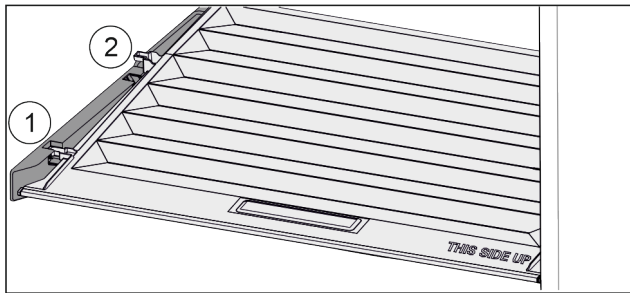

Fig. 43
- ▶ Tirare in avanti il coperchio fino all'apertura nei fermi Fig. 43 (1).
- ▶ Sollevare posteriormente dal basso e togliere verso l'alto Fig. 43 (2).